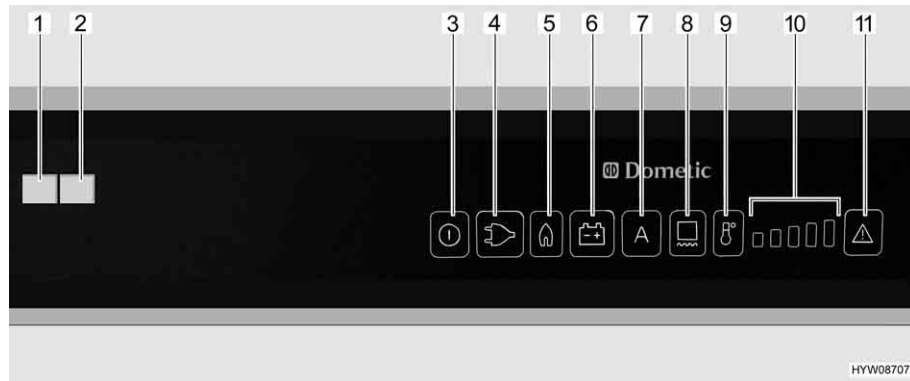

Fig. 177 Elementos de mando para el frigorífico (Dometic RMD)
Si está ajustado el modo de funcionamiento "AES", no está conectada **nin-guna** alimentación de 230 V y el motor del vehículo está **desconectado**, el AES seleccionará el suministro de gas. Al seleccionar el suministro de gas se abre automáticamente el seguro de encendido, de forma que puede fluir gas hacia el quemador. Simultáneamente se conecta el encendedor electrónico. Si se apaga la llama de gas, p. ej. debido a un golpe de viento, el encendedor se activa inmediatamente y enciende de nuevo el gas. En caso de avería en el funcionamiento a gas, los botones luminosos "Gas" (Fig. 177,5) y "Avería" (Fig. 177,11) estarán parpadeando. La luz de control "Avería" (Fig. 177,1) estará encendida, y sonará una alarma acústica durante 20 segundos.
Una vez conectado, el frigorífico selecciona automáticamente el ajuste medio del termostato. Este ajuste puede modificarse manualmente con la tecla de selección de grados de temperatura (Fig. 177,9). Las luces de control (Fig. 177,10) indican el ajuste seleccionado del termostato. Con la tecla de selección de grados de temperatura se ajusta la temperatura de refrigeración para los tres tipos de energía. Pasan algunas horas hasta que el frigorífico alcanza la temperatura de servicio normal. Al conmutar el modo de funcionamiento se mantiene el ajuste del termostato. La temperatura de refrigeración se mantiene independientemente del tipo de energía.
- Conectar la calefacción de marco por un período de 2 horas: Pulsar la tecla (Fig. 177,8) una vez. Estará encendida una barra de la visualización de niveles de temperatura (Fig. 177,10).
- Conectar la calefacción de marco por un período de 5 horas: Pulsar la tecla (Fig. 177,8) dos veces. Estarán encendidas dos barras de la visualización de niveles de temperatura (Fig. 177,10).
- Ajustar la calefacción de marco en funcionamiento continuo: Pulsar la tecla (Fig. 177,8) tres veces. Estarán encendidas tres barras de la visualización de niveles de temperatura (Fig. 177,10).
La visualización de niveles de temperatura (Fig. 177,10) visualizará el tiempo de funcionamiento de la calefacción de marco por algunos segundos.
En caso de alta temperatura exterior y un gran índice de humedad atmosférica, se pueden formar gotas de agua en el marco metálico del compartimento congelador. Por este motivo, el frigorífico está equipado con una calefacción de marco en el compartimento congelador. En caso de altas temperaturas y un índice alto de humedad atmosférica, conectar la calefacción de marco con la tecla (Fig. 177,8). De esta manera se evita la corrosión. Si está conectada la calefacción de marco, estará encendido el botón luminoso (Fig. 177,8).
- Pulsar la tecla On/Off (Fig. 177,3) por aprox. 2 segundos. El frigorífico se conectará, se visualizará el tipo de energía ajustado más recientemente o "AES".
- Ajustar la temperatura de refrigeración con la tecla de selección de grados de temperatura (Fig. 177,9). Las luces de control (Fig. 177,10) indican el ajuste seleccionado del termostato.
- Pulsar la tecla On/Off (Fig. 177,3) por aprox. 2 segundos. El frigorífico se desconectará, ya no estará encendido ningún visualizador.